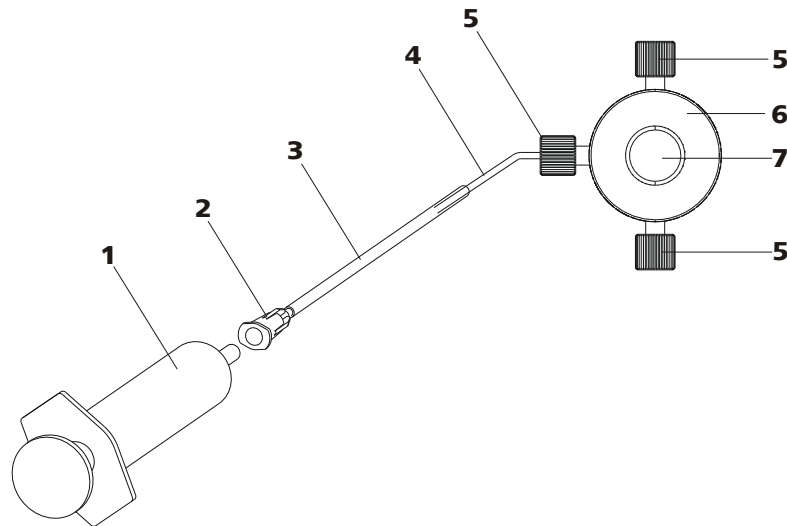

Figura 19 Purga de la bomba de alta presión
Purgue la bomba de alta presión como se indica a continuación (véase *Figura 19, página 35*):
- Inserte la jeringa (19-1) en el conector Luer (19-2) de la cánula de purga (véase Figura 19, página 35).